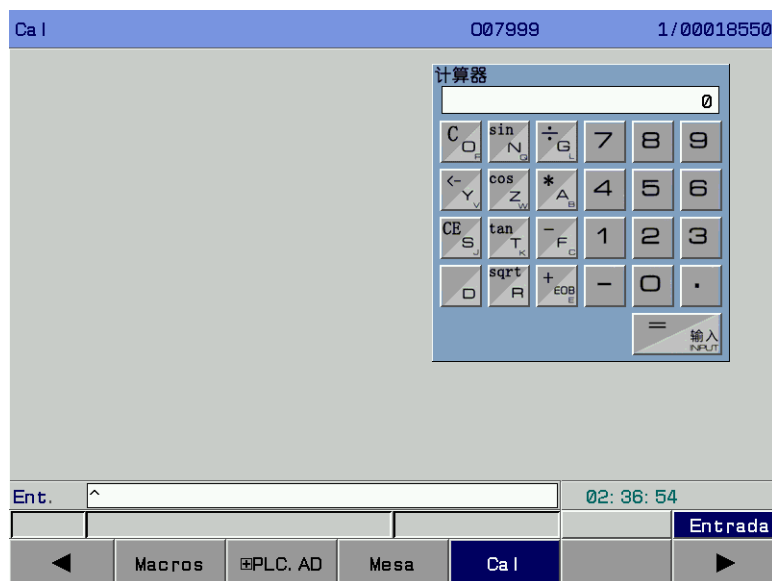

Figura 3-9-16
8. Interfaz de calculadora En la interfaz de ayuda, pulse la tecla programable [Calculadora] para acceder a la subinterfaz <Calculadora>, véase la figura 3-9-16.